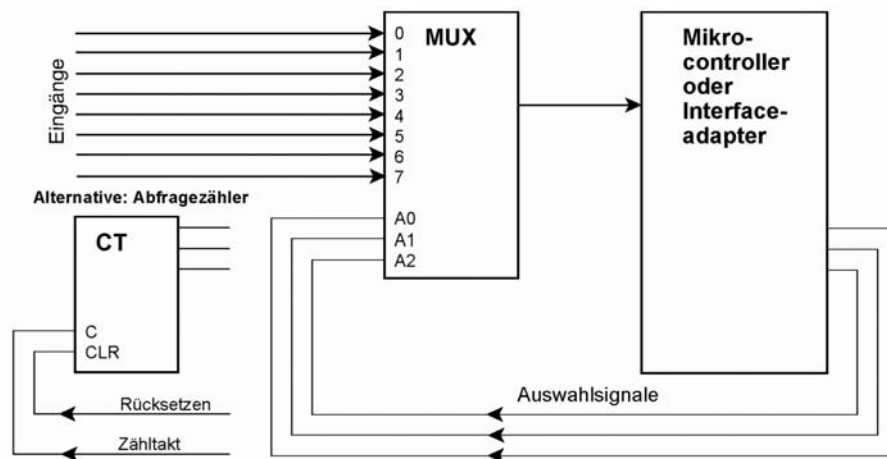

Abb. 1.3 Informationseingabe über Multiplexer
- Abfrage über Multiplexer (Abb. 1.3).